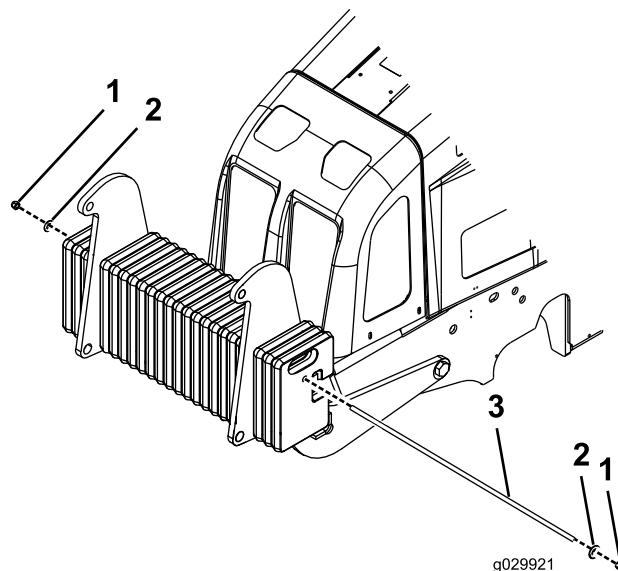

**Figura 4**
- Utilice un equipo de izado para levantar e instalar los contrapesos en el bastidor de montaje (Figura 4).